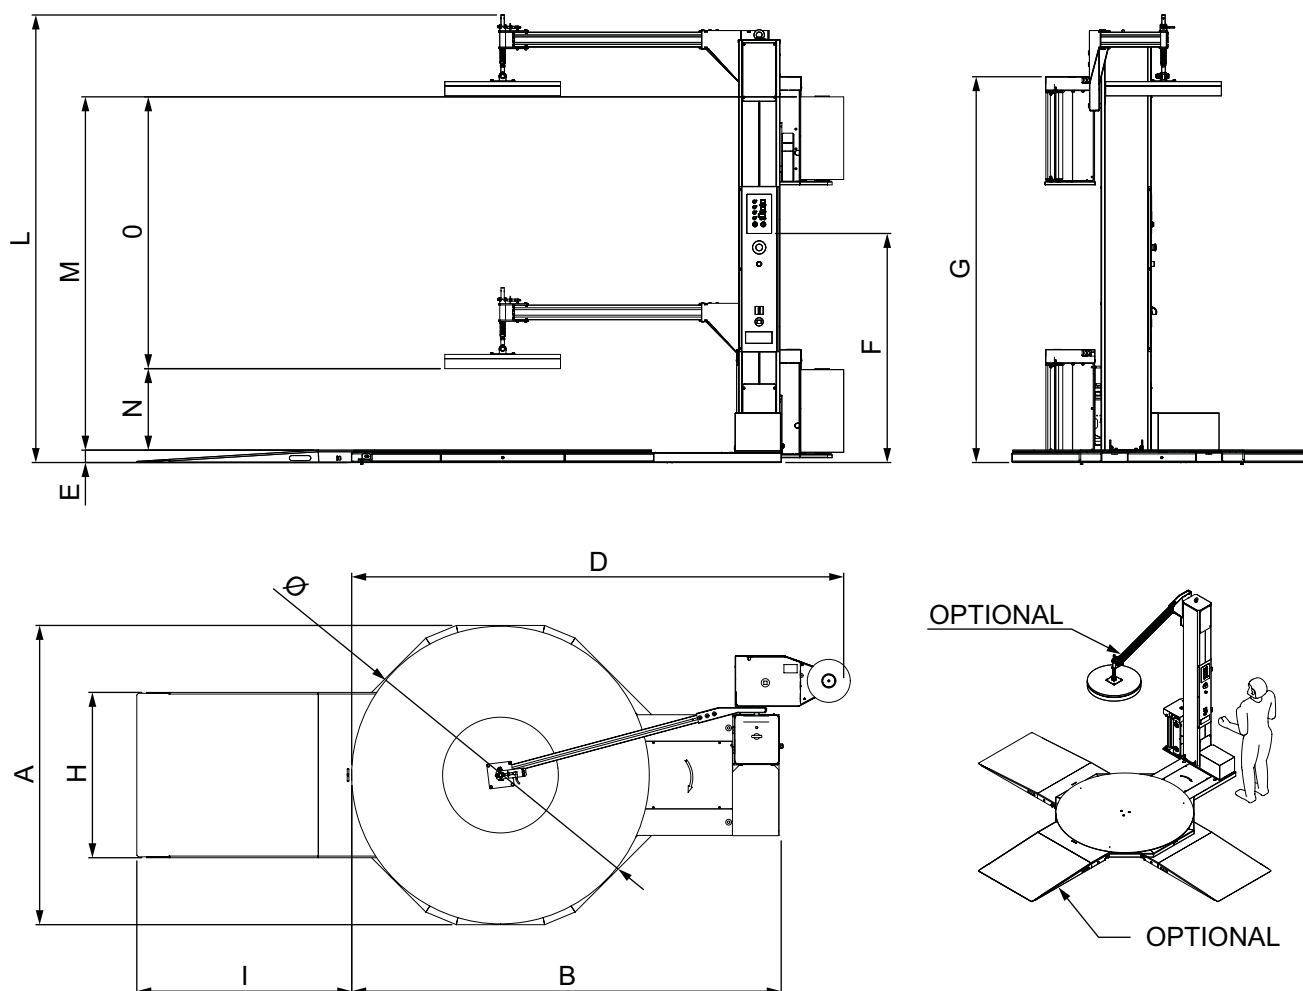

Fig. 36
- Dimensiuni totale	Vedea Fig. 36 - pg. 59